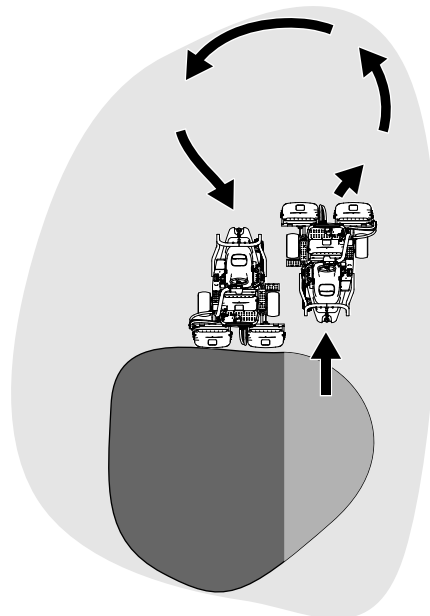

Figura 26
6. Per ridurre i tempi operativi e facilitare l'allineamento per la passata successiva, sterzate momentaneamente la macchina nella direzione opposta, quindi sterzate nella direzione della porzione non tagliata. Questo movimento delinea una curva a goccia (Figura 26) che allinea rapidamente la macchina per la passata successiva.